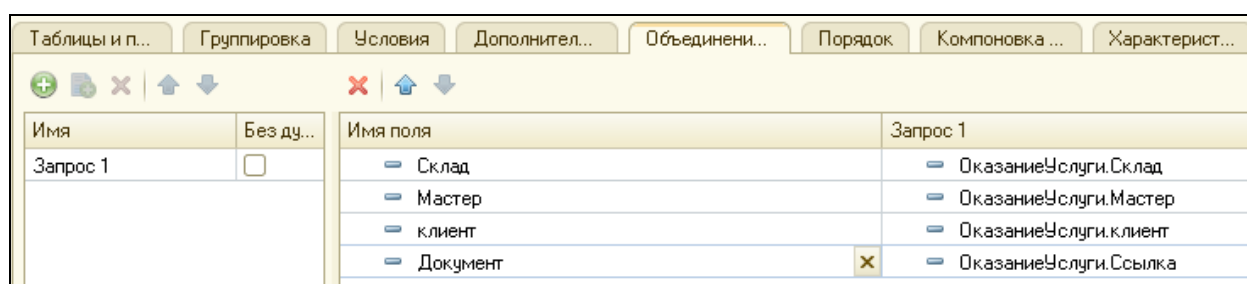

Рисунок 4.9 Псевдоним к полю Ссылка
6. Перейти на закладку **Объединения/Псевдонимы**. Дважды щелкнуть по полю **Ссылка** и ввести псевдоним **Документ**. (рис. 4.9).